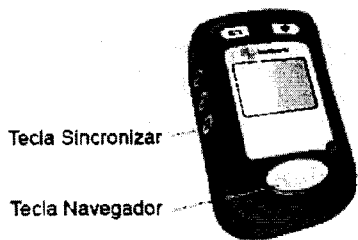

Figura 6.1 Ubicación de la tecla **Sincronizar** y de la tecla **Navegador**.
- b. Pulse la tecla **Sincronizar**  (Figura 6.1).